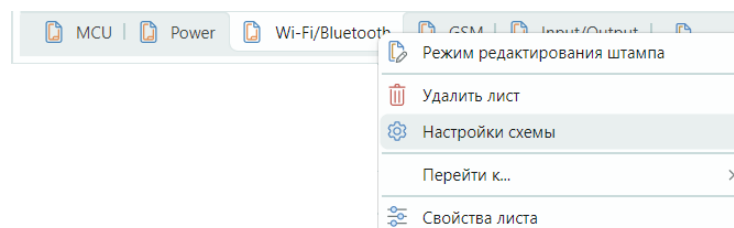

Рис. 8 Переход к настройкам схемы
- Нажмите на символ  «Настройки схемы», который расположен на панели инструментов в правом нижнем углу окна документа или воспользуйтесь контекстным меню вкладки листа, см. Рис. 8.